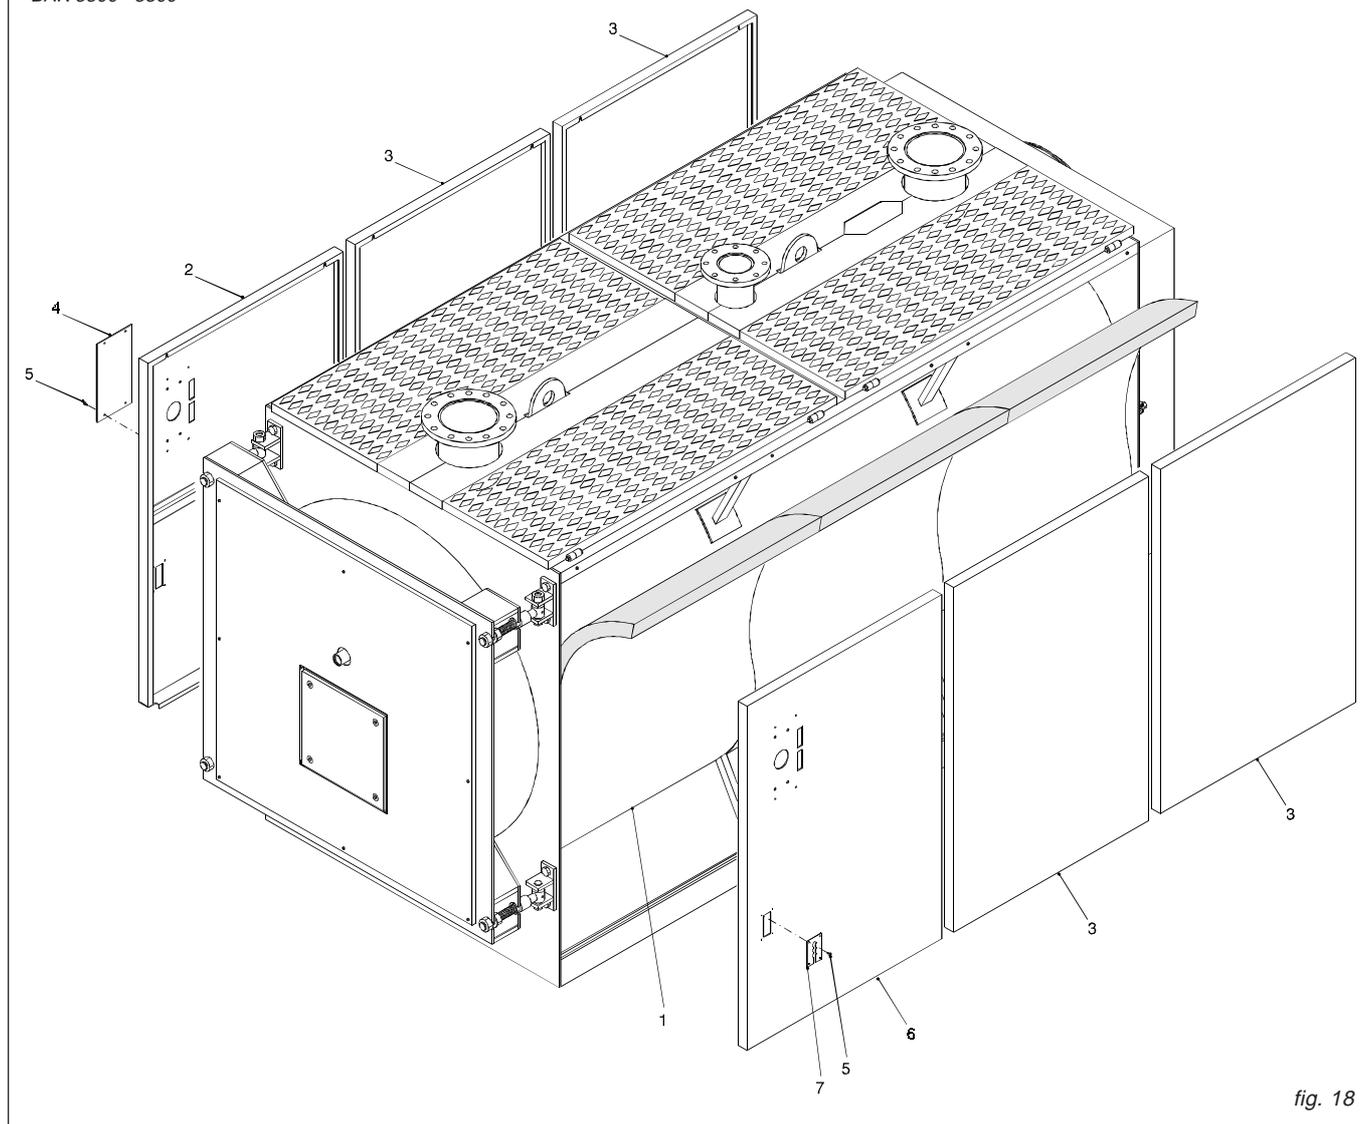

fig. 18
**N.B.** Per i modelli compresi tra **BAR 3300** e **BAR 3800** (rif. fig. 18), il mantello e l'isolamento sono contenuti in 3 imballi marcati:
### Sequenza di montaggio (Rif. fig. 18)